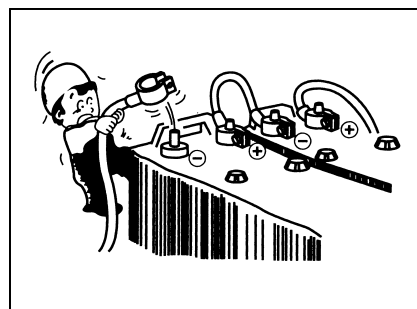

Рис. 2-21
- При ремонте электросистемы или электросварки на машине, следует снять катод (-) аккумулятора во избежание движения тока. (рис. 2-21)